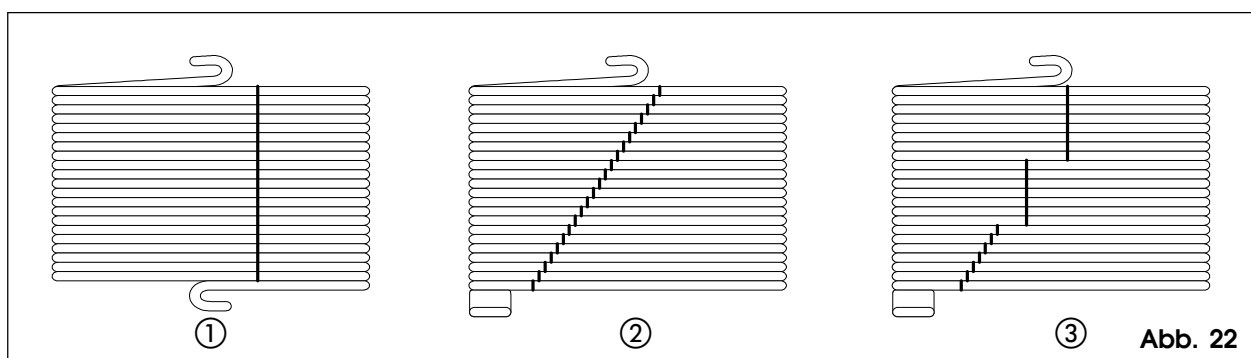

Abb. 22
- 1) Bei geschlossener Tür eine senkrechte Linie auf der Feder ziehen (Abb. 22 - Bez. 1)
Wenn die Verdrehung auf der gesamten Höhe der Feder nicht gleichmäßig (Abb. 22 - Bez. 2), sondern unregelmäßig ist (Abb. 22 - Bez. 3), muss die Feder mit spezifischem Gleitfett geschmiert werden.